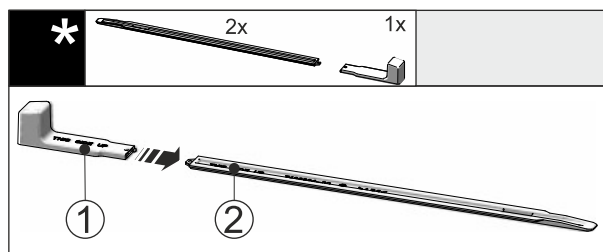

Fig. 50
- Įkiškite montavimo rankeną Fig. 50 (1) į išlyginamąjį bėgelį Fig. 50 (2).